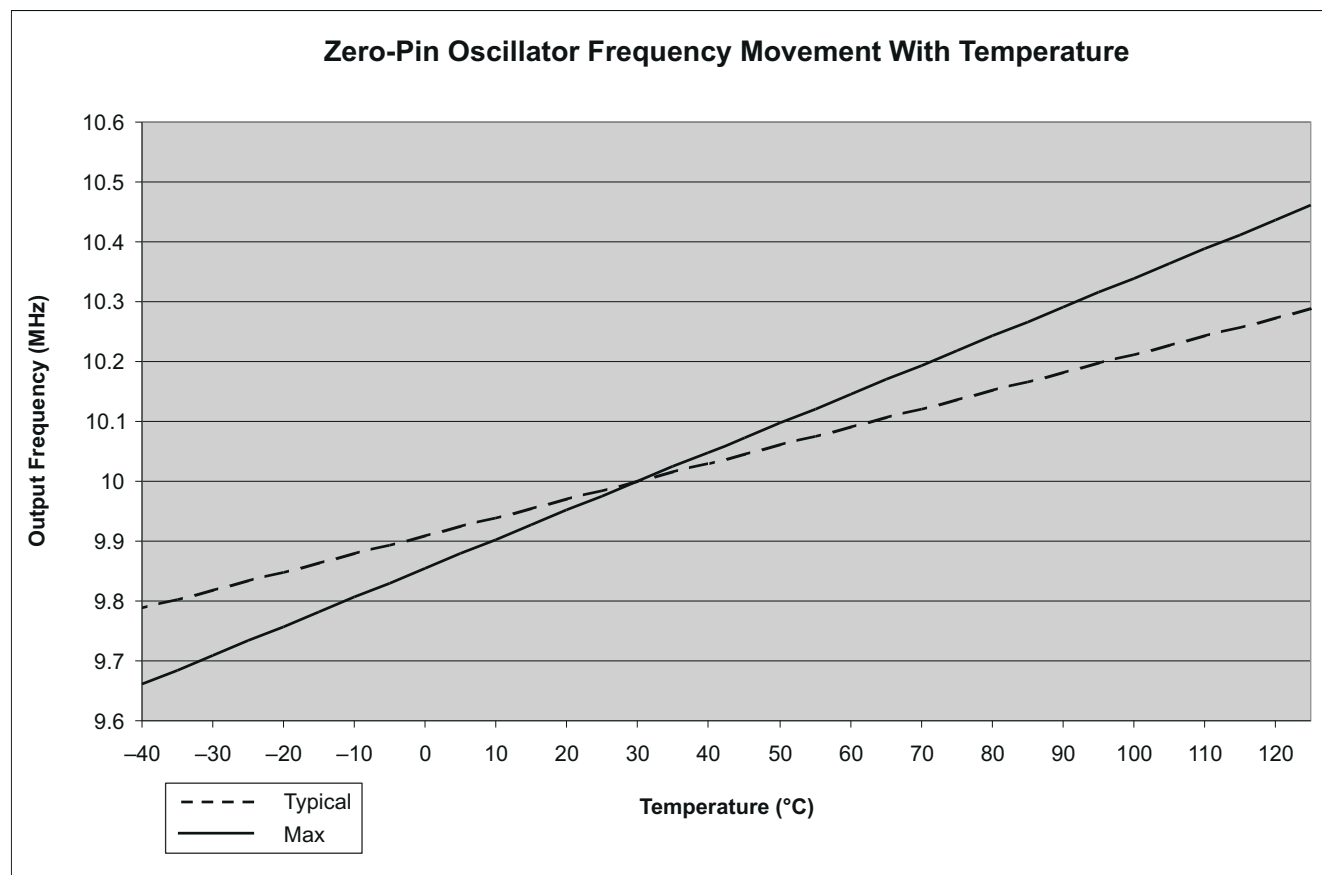

図 6-9. 温度によるゼロ ピン発振器の周波数の変化
- (1) 発振器の周波数は温度と共に変化します (図 6-9 を参照)。発振器の温度ドリフトを補償するには、『発振器の補償ガイド』と C2000Ware を参照してください。
- (2) VREG が有効化されている場合 ($\overline{\text{VREGENZ}} = V_{\text{SS}}$) にのみ、周波数範囲は保証されます。
- (3) 内部発振器の出力周波数は、温度勾配と電圧 (V_{DD}) 勾配の両方の方向に追従します。例を示します。